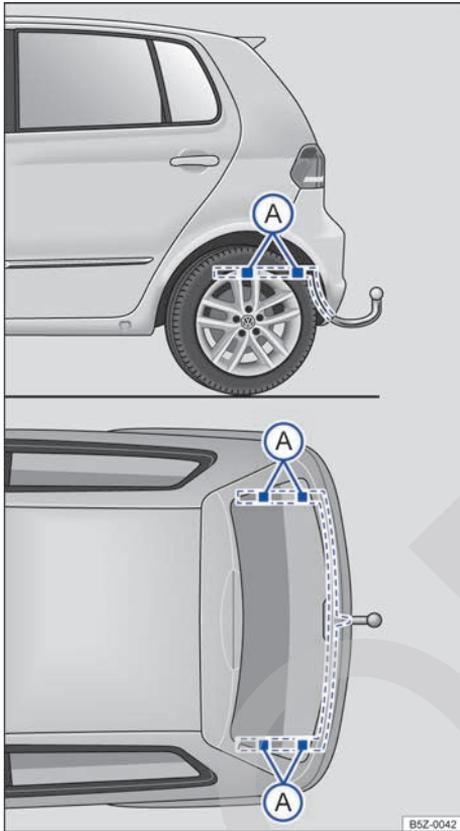

Fig. 81 Puntos de fijación para el montaje posterior de un enganche para remolque.
La figura \Rightarrow fig. 81 muestra, por ejemplo el punto de fijación para el montaje de un enganche para remolque del modelo Fox.
El montaje posterior de un enganche para remolque se deberá realizar siguiendo las instrucciones del respectivo fabricante del enganche, siempre respetando los puntos de fijación indicados en la \Rightarrow fig. 81 (A).